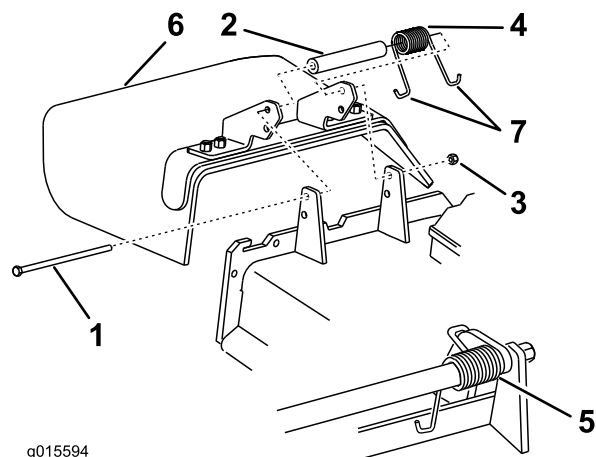

Figure 89
Remarque: Prenez soin de placer une extrémité en **J** du ressort derrière le bord du tablier avant de mettre le boulon en place, comme illustré à la Figure 89.
- Remettez le boulon et l'écrou. Accrochez l'extrémité en **J** du ressort au déflecteur d'herbe (Figure 89).
- Retirez le contre-écrou, le boulon, le ressort et l'entretoise qui fixent le déflecteur aux supports de pivot (Figure 89). Enlevez le déflecteur s'il est endommagé ou usé.